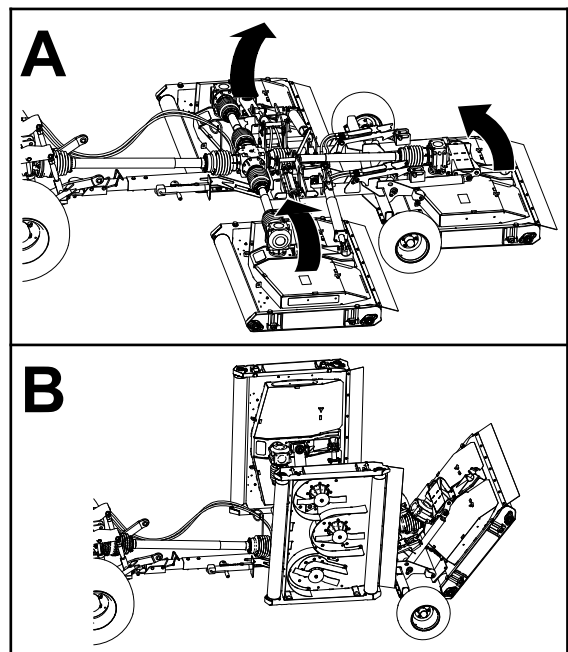

**Figura 38**
3. Puxe e segure a corda de bloqueio da plataforma (Figura 38).